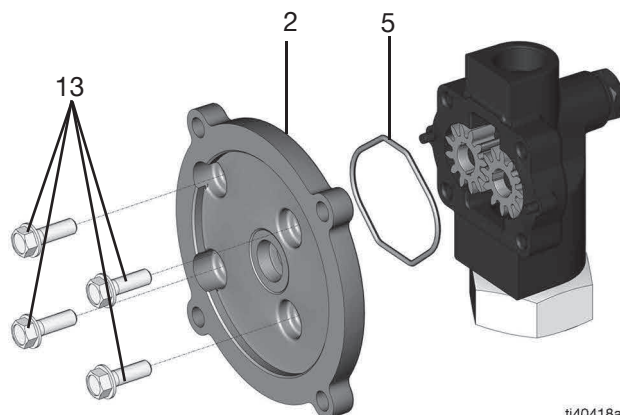

FIG. 9
7. Quite los cuatro tornillos (13) de la placa adaptadora (2) con una llave de tubo de 1/2 pulg. (FIG. 9).
8. Retire la placa adaptadora (2) (FIG. 9).
9. Retire la junta tórica (5) (FIG. 9).
4. Pase los cuatro tornillos (13) por la placa adaptadora (2) y utilice una llave de tubo de 1/2 pulg. para apretarlos (par de apriete de 40,7 N•m) [30 lb-pie] (consulte la FIG. 9).